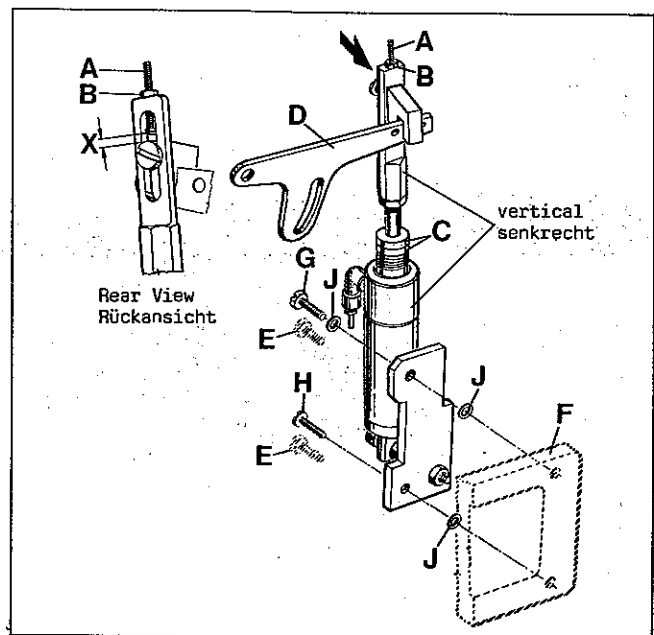

Fig.35
Assemble the pneumatic presser foot lifter, supplied with the sewing table, to the sewing machine (see Fig. 35). For this remove two hex. head screws (E) from the support bracket (F) for the thread trimmer drive. Mount the presser foot lifter with the two screws (G and H, Fig. 35) and three washers (J) so that the air cylinder with strap is vertical (standard setting). Complete the tube connections.
With adjusting screw (A, Fig. 35) the presser foot lifting can be changed. Loosen lock nut (B) and turn adjusting screw (A) down to increase the presser foot lifting or up to decrease it. Retighten lock nut (B). Removal of one or both stop rings (C) is required when presser foot lifting exceeds 2 mm (5/64 in.).
The end play (X, Fig. 35) of presser foot lifter lever (D) should be at least 1 mm (3/64 in.) before the presser foot starts lifting:
Bauen Sie den mit dem Näh Tisch gelieferten pneumatischen Drückerfußlifter an die Nähmaschine (siehe Fig. 35). Dazu müssen zwei Sechskantschrauben (E) aus dem Lagerbock (F) für den Fadenabschneider-Antrieb entfernt werden.
Montieren Sie den Drückerfußlifter mit den zwei Schrauben (G und H, Fig. 35) und den drei Scheiben (J) so, daß der Luftzylinder mit Lasche senkrecht steht (Standardeinstellung). Stellen Sie die Schlauchverbindungen her.
Mit der Einstellschraube (A, Fig. 35) kann das Anheben des Drückerfußes verändert werden. Lösen Sie die Feststallmutter (B) und drehen Sie die Einstellschraube (A) nach unten um das Anheben des Drückerfußes zu vergrößern oder nach oben, um es zu verkleinern. Ziehen Sie die Feststallmutter (B) wieder an. Der Ausbau eines oder beider Anschlagringe (C) ist erforderlich, wenn der Drückerfuß mehr als 2 mm angehoben wird. Das Spiel (X, Fig. 35) des Drückerfußlifterhebels (D) muß mindestens 1 mm betragen bevor der Drückerfuß anzuheben beginnt.